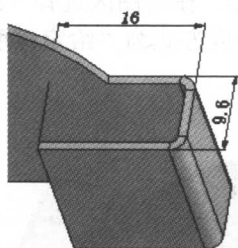
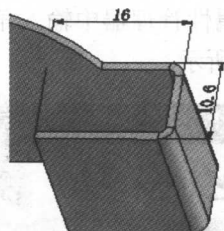
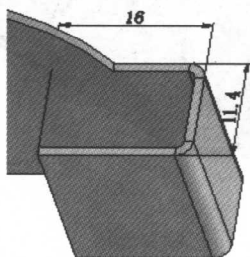
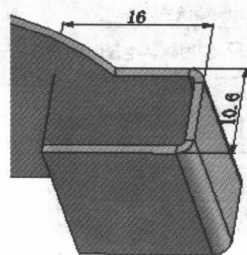

图 1-14 选择“材料在内”时的法兰效果
图 1-15 选择“材料在外”时的法兰效果
图 1-16 选择“折弯在外”时的法兰效果
图 1-17 选择“虚拟交点的折弯”时的法兰效果
(3) “法兰位置”选项有“材料在内”、“材料在外”、“折弯在外”和“虚拟交点的折弯”4个选项，选择不同选项时产生的法兰效果是不一样的，图 1-14 是选择“材料在内”时的法兰效果，图 1-15 是选择“材料在外”时的法兰效果，图 1-16 是选择“折弯在外”时的法兰效果，图 1-17 是选择“虚拟交点的折弯”时的法兰效果。单击“确定”图标按钮完成边线法兰操作。